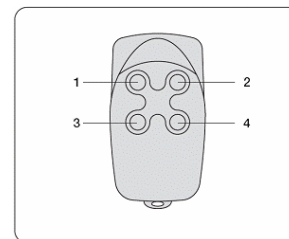

Рисунок 14.
Блок управления может запоминать до **150** пультов ДУ. Для запоминания каждой кнопки повторяется следующая процедура (см. рисунок 14):
3. Выберите одну из четырех возможных функций, которую необходимо активировать, и нажмите кнопку на пульте ДУ, соответствующую этой функции, в течение 1 сек. (Рисунок 14):